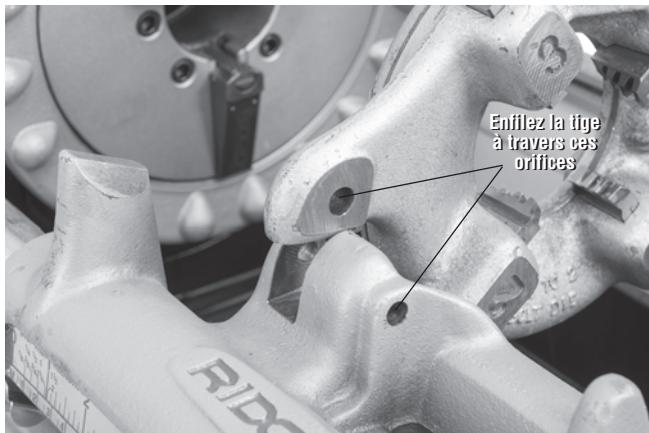

Figure 26 – Fixation de la tête de filière à gauche
3. Enfilez une tige Ø  $\frac{5}{16}$ " de 2 pouces de long à travers l'orifice du bâti du chariot, puis celui de la tête de filière à gauche, afin de tenir la tête de filière en place (Figure 26).